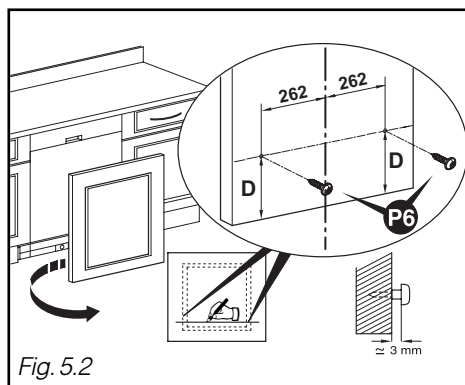

Fig. 5.2
- Calculez la cote **D = A - B**, tracez un trait à la cote **D** à l'arrière du panneau, en partie basse. (Fig. 5.2)
- Positionnez les deux emplacements de vis à 262 mm de l'axe du panneau bois. Mettre les 2 vis **F6**. (Fig. 5.2)